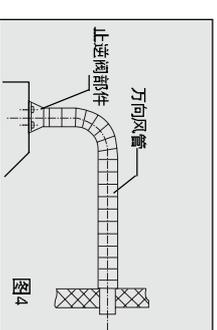

图 4
2、将万向风管插入止逆阀座的槽内，并用3只ST3X8的十字槽盘头螺钉紧固于止逆阀部件上（见图 4）。
- 3、将万向风管按图 4 所示引出室外或排烟通道。